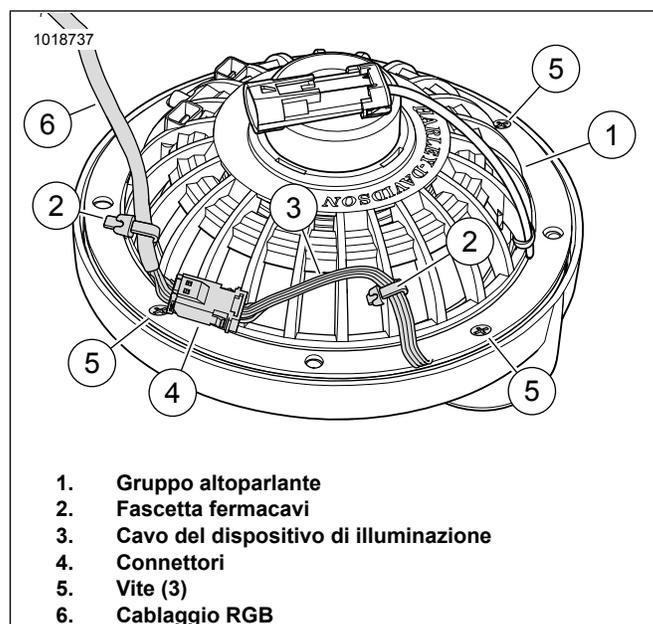

Figura 21. Retro dell'altoparlante, cavo e fascetta fermacavi
8. Disporre il cavo (4) lungo la gamba del ponticello del tweeter. Usando il nastro del kit, tagliarne una quantità sufficiente per fissare il cavo sul retro del ponticello del tweeter.
9. Vedere la figura 21. Unire il gruppo del tweeter (4) all'altoparlante (1). Allineare i fori delle viti (5).
a. Unire i connettori (4) dal dispositivo di illuminazione (3) al cablaggio RGB (6).
b. Disporre il filo del dispositivo di illuminazione (3) lungo la parte posteriore dell'altoparlante (1) come mostrato. Per stabilizzare i connettori (4), fissare il cavo del dispositivo di illuminazione (3) e il cavo RGB (6) con fascette fermacavi (2) come mostrato.